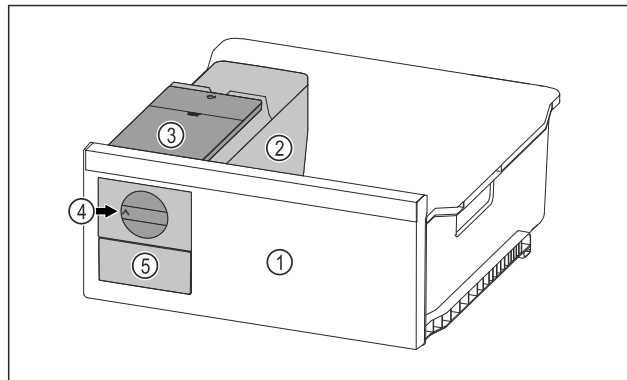

Fig. 66 Ілюстративне зображення
- ▶ Поворотну ручку Fig. 66 (4) повернути за годинниковою стрілкою до упору.
- ▷ Кубики льоду випадають із ванночки для кубиків льоду у висувний ящик для кубиків льоду Fig. 66 (5). Якщо не всі кубики льоду виймаються з ванночки для кубиків льоду: